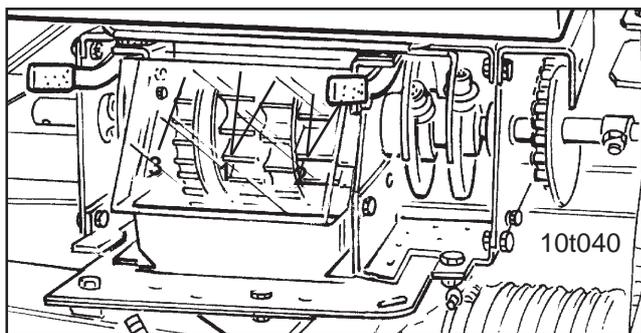

Fig. 9.1
- une roue distributrice principale **blanche** (fig. 9.1/1)
- une roue distributrice principale **orange** (fig. 9.1/2)
- une roue distributrice fines graines **rouge et noire** (fig. 9.1/3).